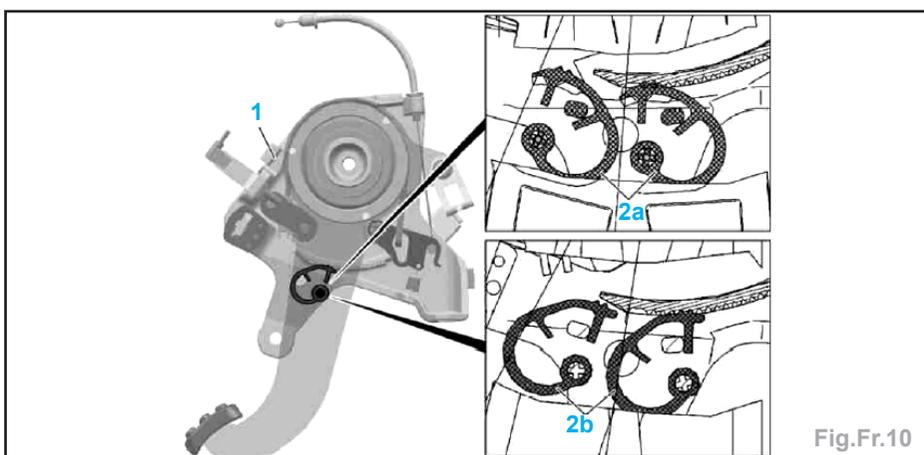

Fig.Fr.10
- A partir d'env. 09/02, des pédaliers du frein de stationnement de conception modifiée (1) sont montés progressivement (Fig.Fr.10).
- La nouvelle version du pédalier (1) dispose d'un cran tirée (2a), au lieu d'un cran poussé, comme jusqu'à présent (2b).